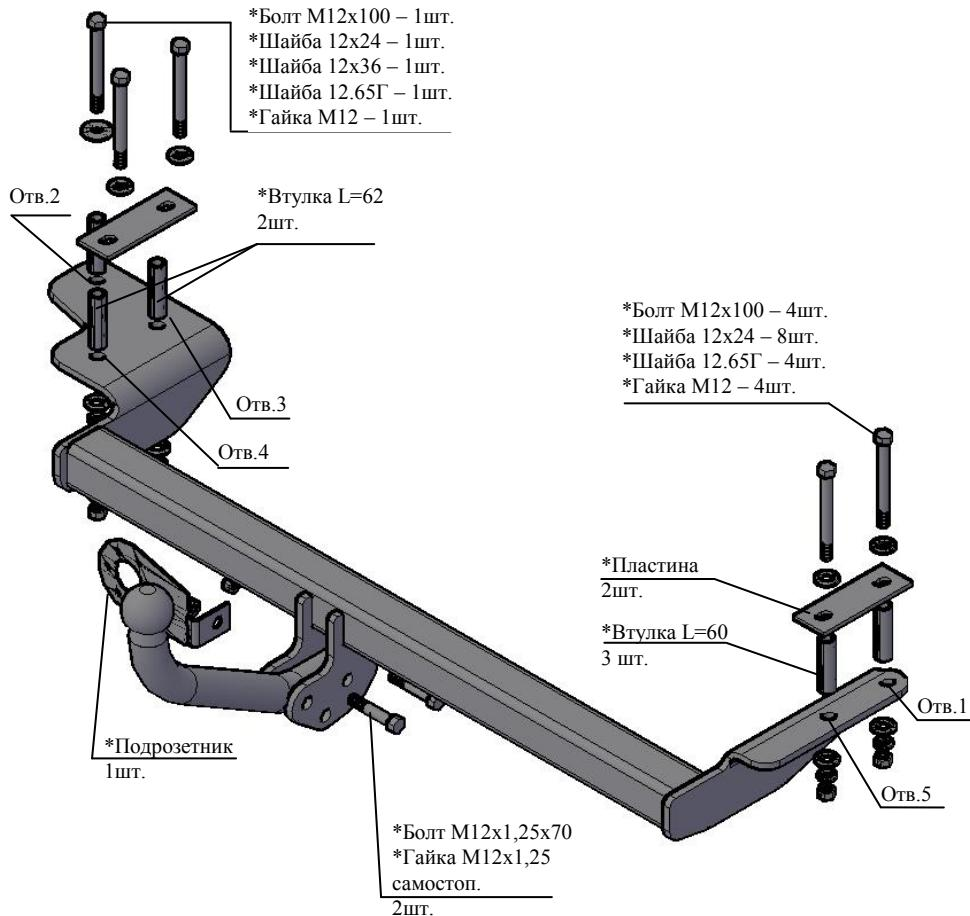

Рис.1 Тягово-цепное устройство 9410
2.1 ТСУ 9410 в сборе (рис.1)	1 шт.
2.2. Пакет комплектующих (рис.1) Задний колпак	1 шт.